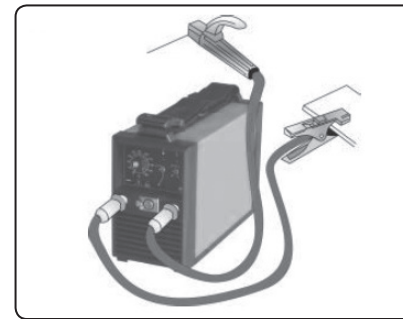

Abb. 2
- 2) Vor dem Anschluss des Inverters an die Stromquelle (Speisungskreislauf) schieben Sie zuerst die Schweißkabelstecker in die Steckdosen im Inverter und sichern Sie diese durch Drehen im Uhrzeigersinn. Dabei wird die Elektrodenzange (siehe Abb. 2) in den meisten Fällen an den positiven Pol des Inverters, und die Erdungszange (Klemme) an den negativen Pol angeschlossen. Prüfen Sie jedoch die notwendige Polarität für die Schweißelektrode anhand der Herstellerinformationen auf der Elektrodenverpackung, da einige saure Elektroden an den negativen Pol angeschlossen werden.
- 3) Spannen Sie den Schaft der vollkommen trockenen, umhüllten Elektrode in die Elektrodenzange (siehe Abb. 2). Die Elektrodenhülle darf nicht beschädigt sein. Eine beschädigte Schweißelektrode darf nicht benutzt werden.